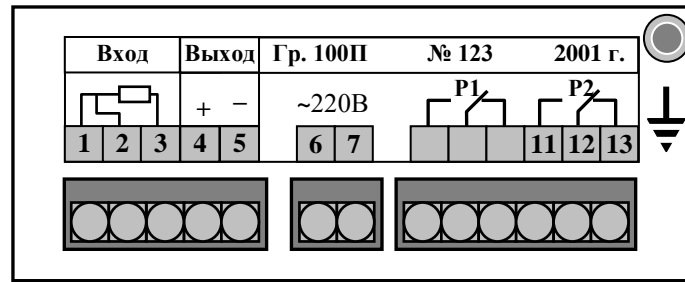

Рисунок 2 - Внешний вид задней панели
5.1.6 На задней панели (Рисунок 2) расположены разъёмы для подключения входных и выходных сигналов и напряжения питания, винт для заземления корпуса прибора.